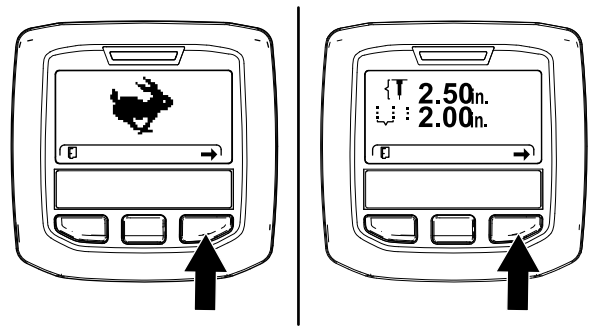

Figura 65
**Nota:** Aparece la pantalla de modo de TRANSPORT (Transporte) o la pantalla del modo de AERATE (Aireación) (Figura 65).